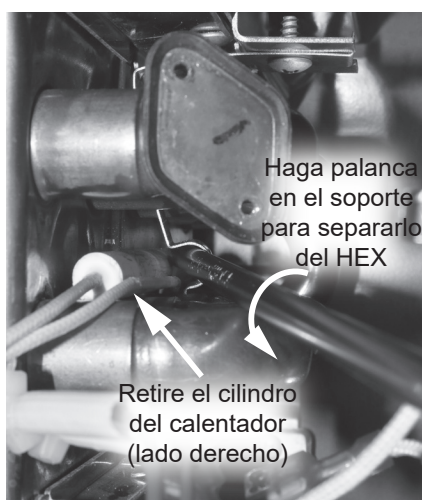

Figura 147 - Retiro de los cilindros calentadores del HEX principal
- 39** Use un destornillador Phillips para hacer palanca suave en los soportes flexibles y separarlos del HEX para dejar espacio para sacar los cilindros del calentador y los cables. Retire los dos cilindros del calentador. Consulte la Figura 147.